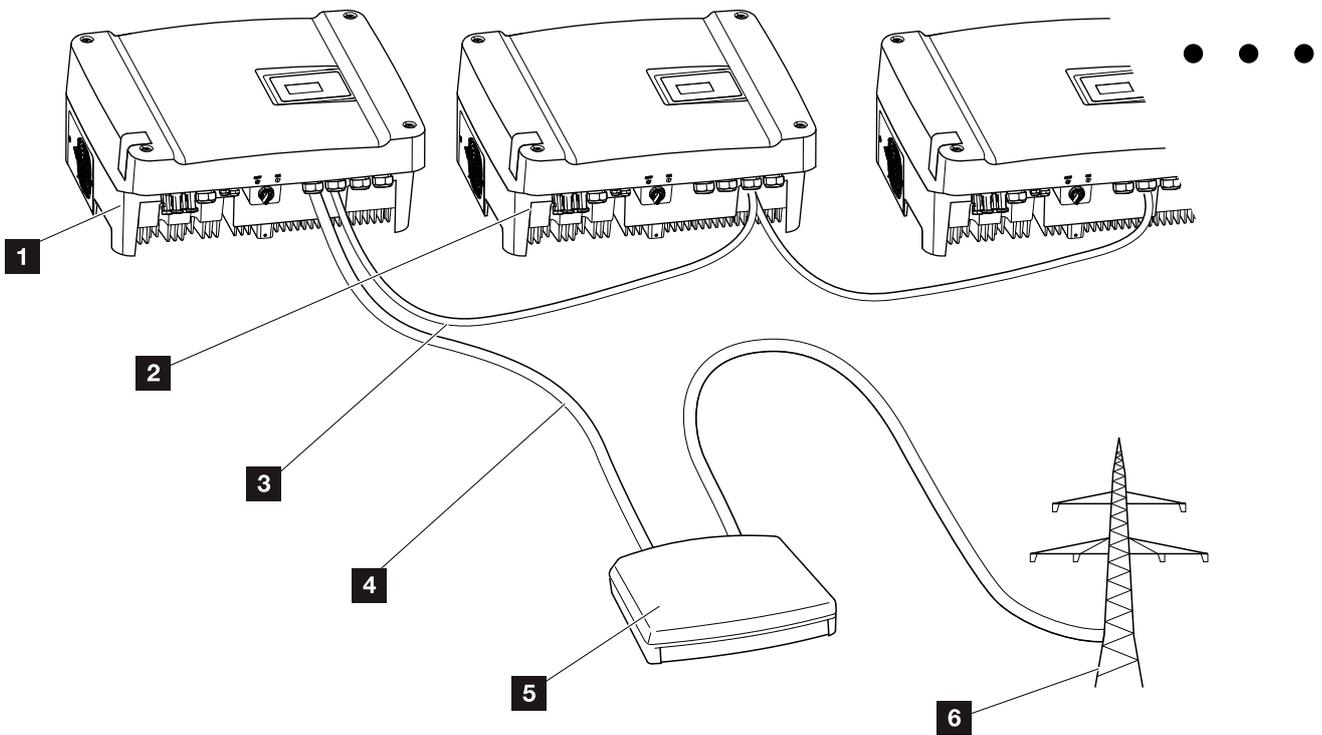
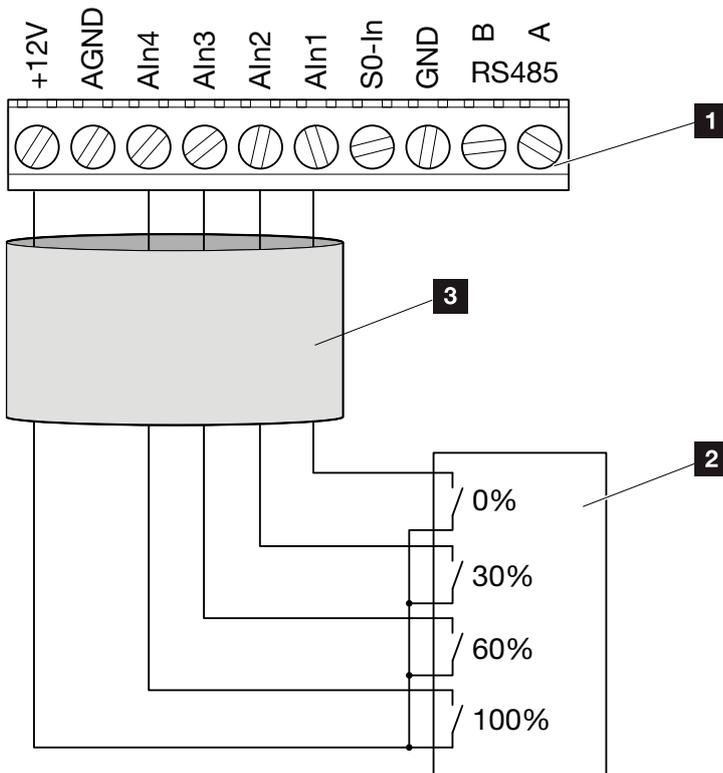

Abb. 54: Konfiguration Rundsteuerempfänger mit mehreren Wechselrichtern (Ethernet-Vernetzung)
Abb. 55: Anschluss Rundsteuerempfänger
🔌 **Abb. 54**
3. Rundsteuerempfänger an den Master-Wechselrichter **Abb. 54 Pos. 1** an der Anschlussklemme Analogschnittstelle (10-polig) anschließen. **Abb. 55** !
Der Rundsteuerempfänger darf nur am Master-Wechselrichter angeschlossen werden. **Abb. 55**